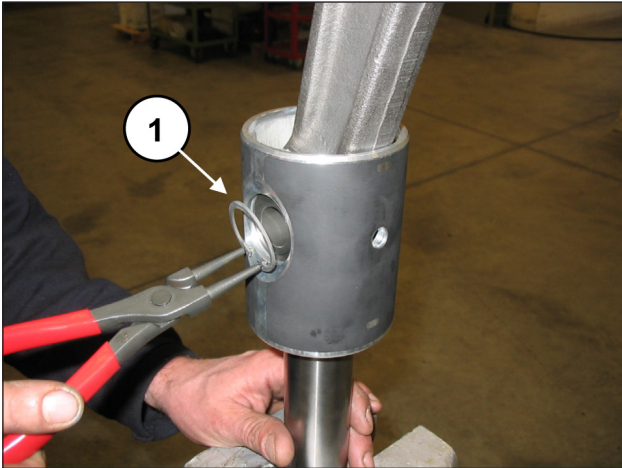
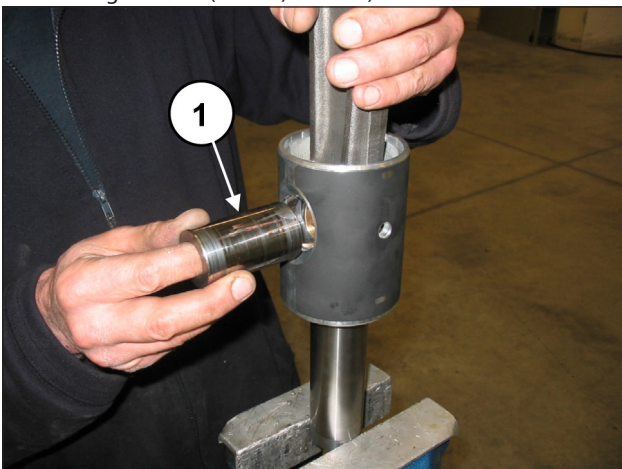
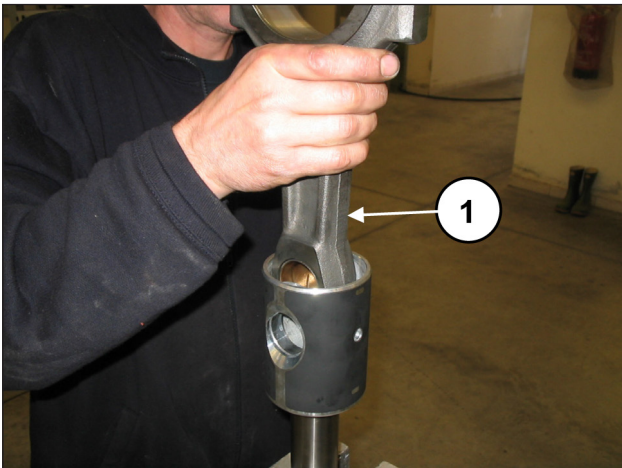

Abb. 44
Abb. 45
Abb. 46
Entfernen Sie die zwei Seegerringe zur Sicherung des Bolzens mit einem geeigneten Werkzeug (Pos. ①, Abb. 44).
Streifen Sie den Bolzen ab (Pos. ①, Abb. 45) und ziehen Sie die Pleuelstange heraus (Pos. ①, Abb. 46).
Setzen Sie die Pleuellstange in die Pleuellführung ein (Pos. ①, Abb. 46) und anschließend den Bolzen (Pos. ①, Abb. 45). Montieren Sie die zwei Seegerringe zur Sicherung mit dem entsprechenden Werkzeug (Pos. ①, Abb. 44). Trennen Sie Pleueldeckel und Pleuellhälften; die vorschriftsmäßige Paarung wird durch die seitliche Nummerierung garantiert (Pos. ①, Abb. 43).